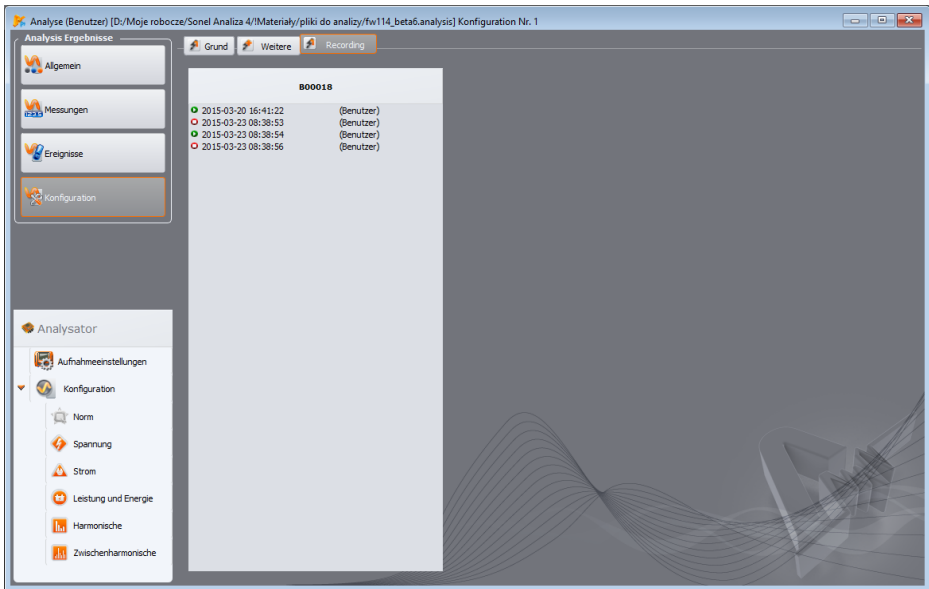

Abb. 75. Konfigurationsvorschau - Liste der Aufzeichnungsintervalle mit den zugewiesenen Zangentypen.
- alle Aufzeichnungsintervalle mit Zeiten und zugewiesenen Zangen (Abb. 75),